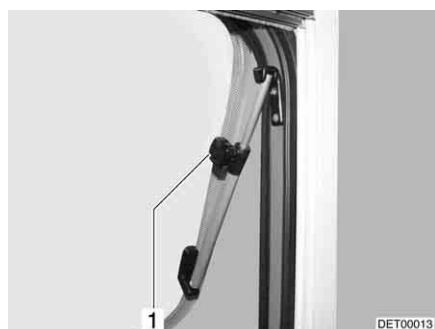

Fig. 88 Claraboya con soportes giratorios, abierta
- Abrir la claraboya hasta la posición deseada y fijarla con el botón moleteado (Fig. 88,1).
- Girar el botón moleteado (Fig. 88,1) hasta que se libere el bloqueo.